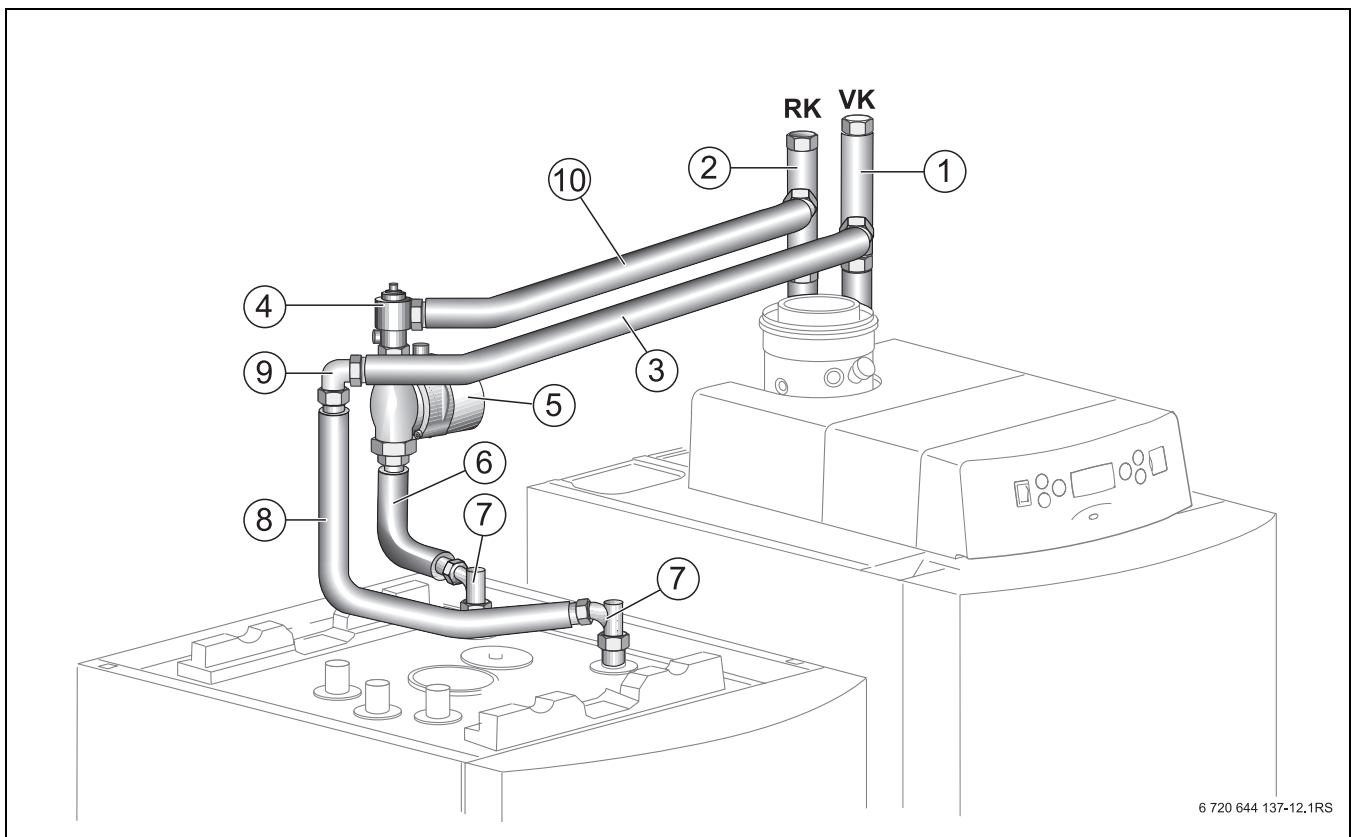

Fig. 16 Montage van de cv-circuitzijdige leidinggroep tussen cv-ketel en ST135-3E of ST160-3E die aan de linkerkant staat
- ▶ Uitruchten van de aansluitingen zoals getoond in Fig. 16.
Tabel 6 Legenda voor Fig. 16